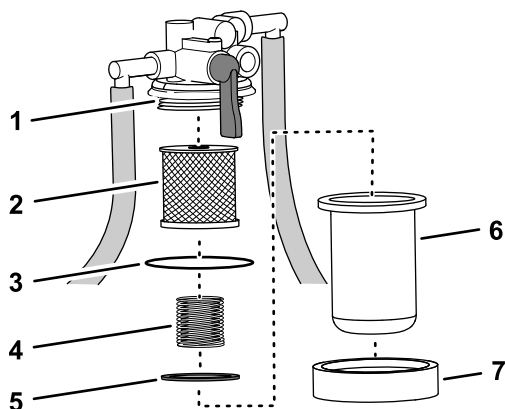

Figura 71
3. Coloque un recipiente debajo del cuerpo del filtro de combustible, retire la tuerca del cuerpo y retire el cuerpo del filtro del cabezal del filtro (Figura 71).
2. Monte el elemento del filtro en el cabezal del filtro; consulte Figura 71 en Retirada del elemento del filtro \(página 55\).
3. Monte el muelle y el flotador en el cuerpo del filtro de combustible; consulte Figura 71 en Retirada del elemento del filtro \(página 55\).
4. Monte el cuerpo de combustible y la tuerca del cuerpo en el cabezal del filtro y apriete la tuerca a mano; consulte Figura 71 en Retirada del elemento del filtro \(página 55\).